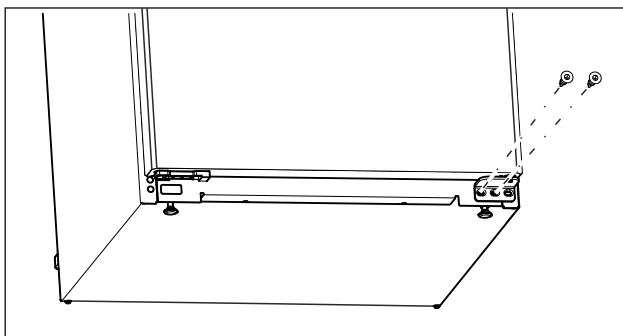

Fig. 10
- ▶ Deșurubați și scoateți șurubul din mijloc de la suportul de lagăr inferior cu șurubelnița Torx 20. (vezi Fig. 10)
- ▶ Deșurubați și scoateți șurubul din interior de la suportul de lagăr inferior cu șurubelnița Torx 20. (vezi Fig. 10)